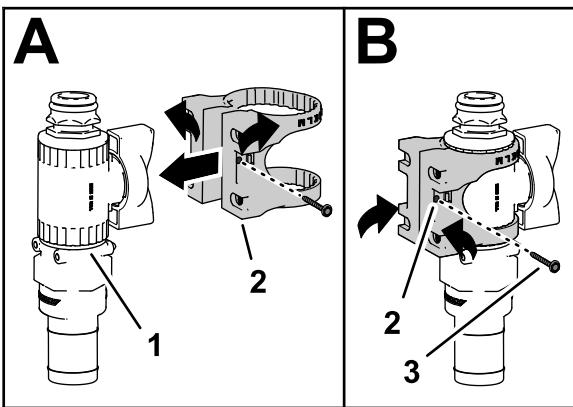

Figura 32
3. Monte el soporte de la válvula en la válvula de control, como se muestra en la Figura 32, A.
4. Sujete el soporte de la válvula a la válvula de control con el tornillo con arandela prensada (N.º 6), y apriete el tornillo a mano (Figura 32, B).